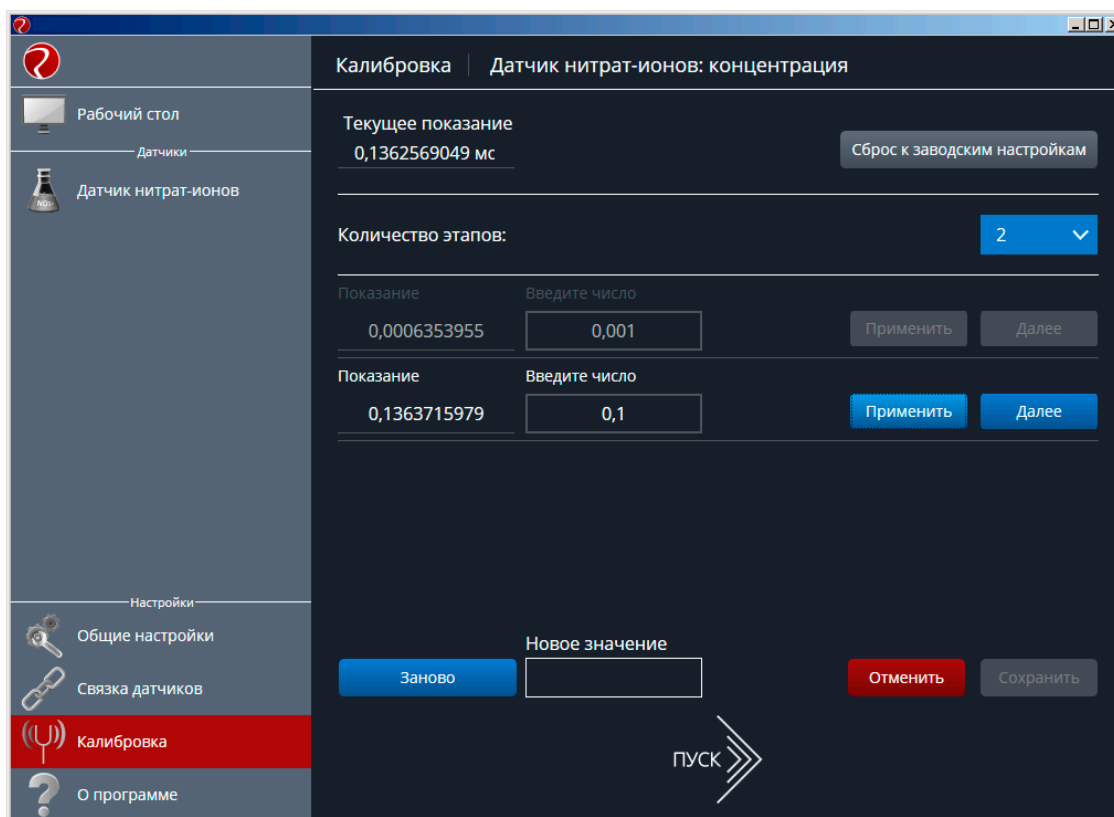

Рисунок 6 – Последующие этапы калибровки
- 11) Выполнить действия пп.3.9 – 3.10 для остальных калибровочных растворов (в порядке увеличения концентрации нитрат-иона) (рис. 6).